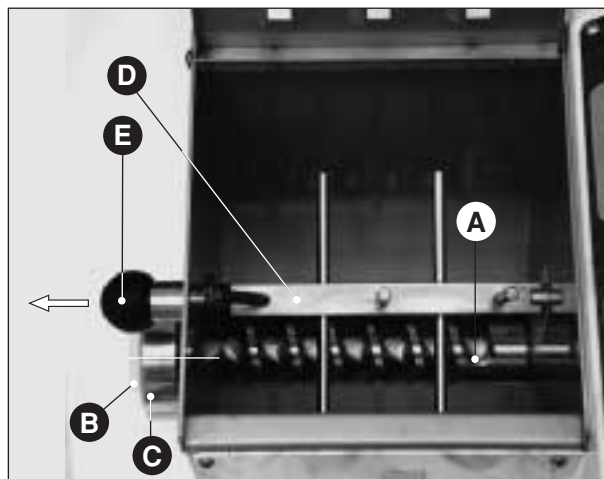
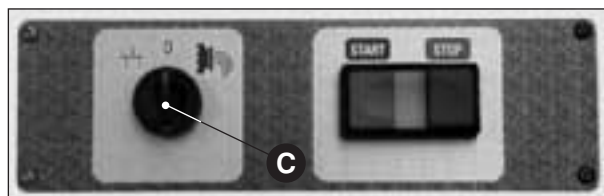

Fig. 1
Fig. 2
- posizionare il selezionatore su "0" (Fig. 2 C), verificare il corretto montaggio della coclea (Fig. 1 A) osservando che la parte cilindrica sia appoggiata all'albero di trascinamento;
- accertarsi inoltre che il tappo in plastica (Fig. 1 B) sostitutivo della trafila sia ben posizionato e la ghiera (Fig. 1 C) ben chiusa;
- infine bloccare sicuramente il mescolatore (**Fig. 1 D**) nella sua sede mediante il pomello di testa (**Fig. 1 E**).